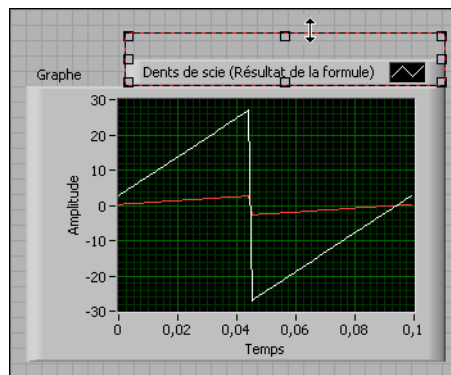

Figure 1-11. Extension de la légende des tracés
2. Quand votre curseur devient une double flèche, représentée dans la figure 1-11, cliquez et faites glisser le bord de la légende jusqu'à ce que le nom du second tracé apparaisse. Lorsque vous relâchez le bouton de la souris, le nom du deuxième tracé apparaît.